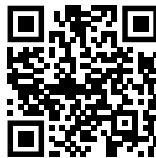

Fig. 48
- ▶ Відкрити Liebherr SmartMonitoring Dashboard. (див. Fig. 48)